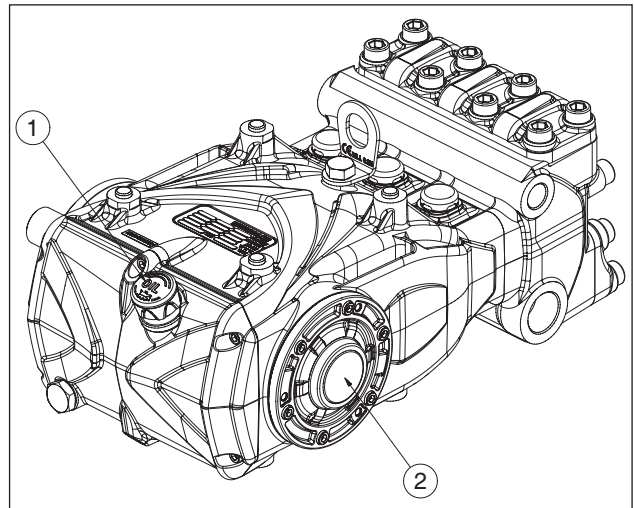

图13
- 泵壳中的油用专用杆（部件号①图13）检查油位是否达到要求，特别是通过油位检查窗（部件号②图13）检查。